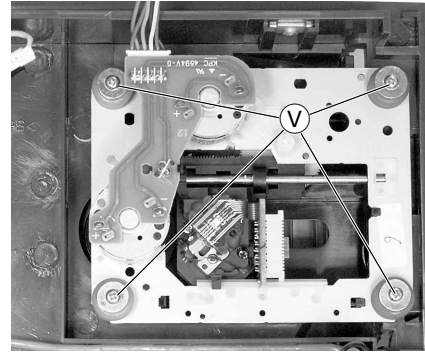

Fig. 22
- 4 Schrauben ⑤ herausdrehen (Fig. 22) und CD-Laufwerk herausnehmen, dabei Steckverbinder nach Bedarf öffnen.
- Undo the 4 screws ⑤ (Fig. 22) then remove the CD drive unit. If necessary undo the connectors.